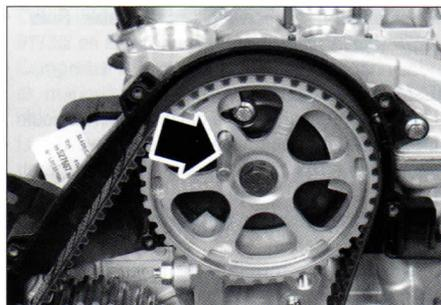
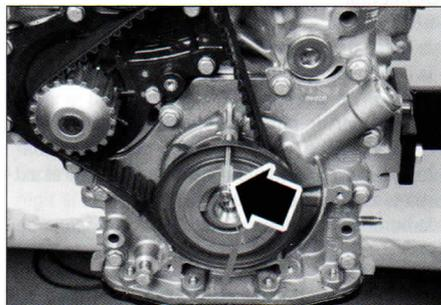
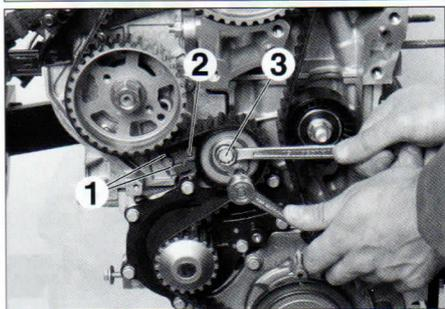

FIG.5
FIG.6
FIG.9
- Catar la rueda de eje de levas con un útil apropiado o el útil PSA 0194-B (**fig. 5**).
- Catar el piñón de cigüeñal con un útil apropiado o el útil PSA 0194-A (**fig. 6**).
- Con una llave Allen, poner el índice (2) (**fig. 9**) del rodillo tensor en el centro de la zona de control (1) pivotando el tensor en el sentido antihorario.
- Apretar el tornillo de fijación (3) del rodillo tensor a 2,5 mdaN.
- Desmontar los pasadores (**fig. 6**) y (**fig. 5**).
- Comprobar el posicionado del índice (2) (**fig. 9**) del rodillo tensor; en caso contrario, repetir la operación de montaje de la correa.